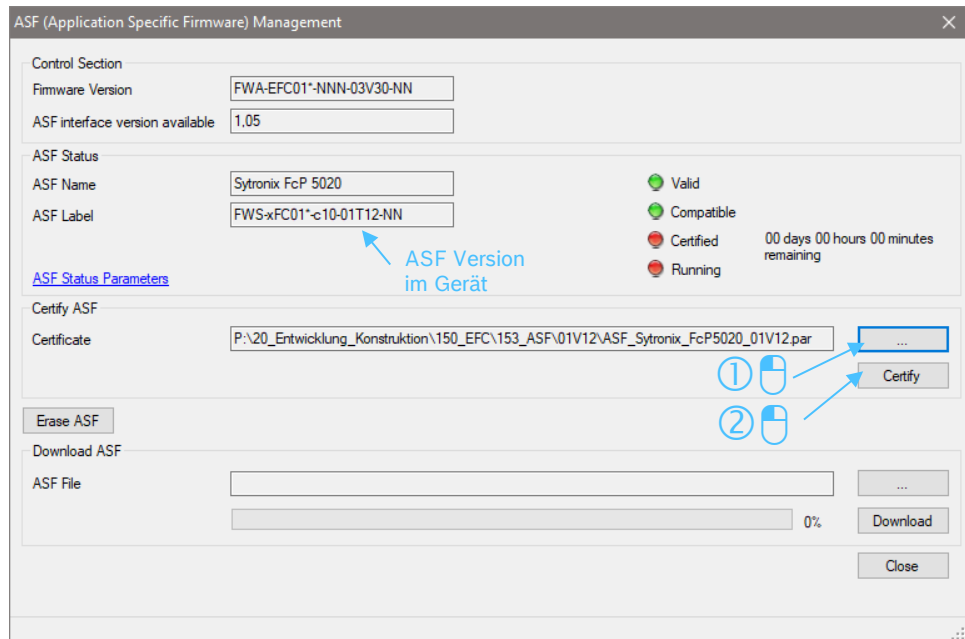

Abb. 16: Fenster ASF lizenzieren
- Klicken Sie auf „...“, um zu einer ASF-Lizenzdatei (*.par) zu navigieren und lizenzieren Sie sie durch Klick auf „Certify“ (siehe Abb. 16: Fenster ASF lizenzieren).